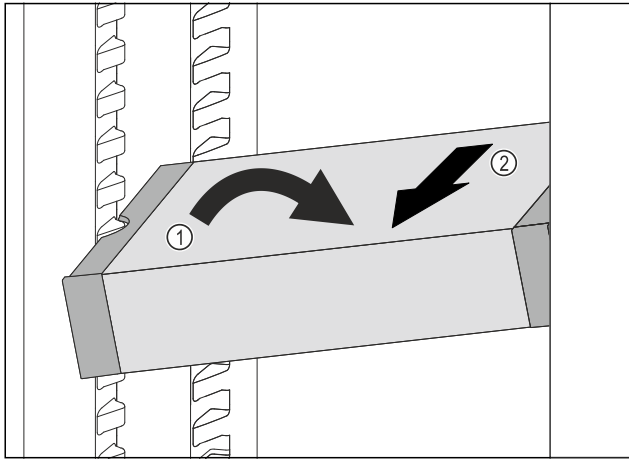

Fig. 114
► 在冷藏区中倾斜 VarioSafe。 Fig. 114 (1)
► 向前取出 VarioSafe。 Fig. 114 (2)